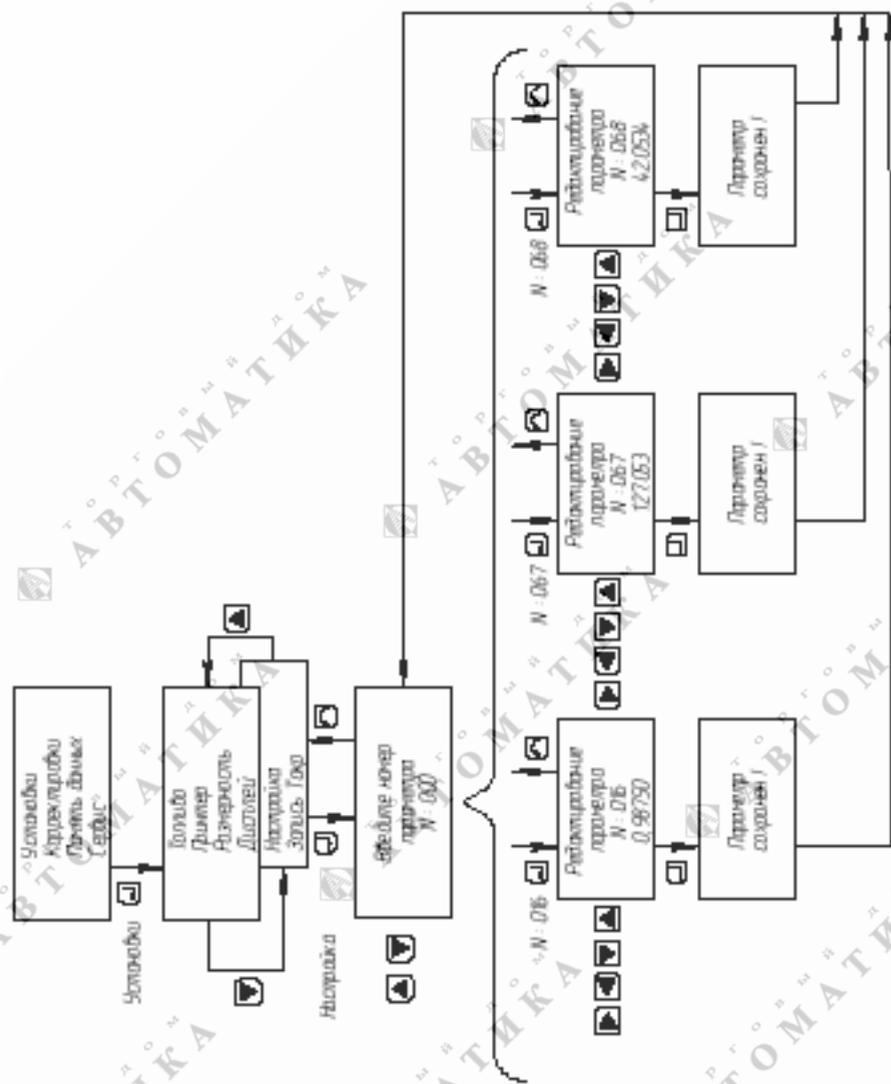

Рисунок 2.12 – Редактирование параметров настройки пробоотборника
1) ввести в память газоанализатора поправочные коэффициенты. Для этого выбрать пункт меню «УСТАНОВКИ→НАСТРОЙКА» (рисунок 2.12), в появившемся окне ввести требуемый номер параметра (номера параметров и их числовые значения указаны в этикетке на пробозаборник ИБЯЛ.418311.046 ЭТ), нажать кнопку «» и произвести ввод или редактирование числового значения параметра.